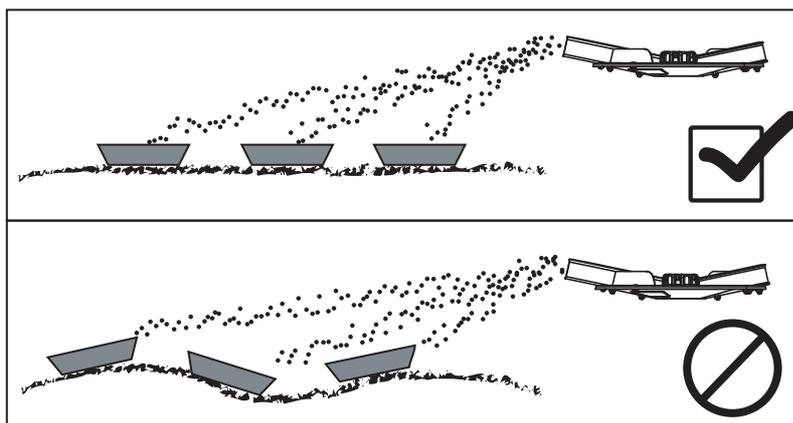

рисунок 7.20: Расстановка приемных поддонов
- Установите приемные поддоны горизонтально. Косо стоящие приемные поддоны могут стать причиной ошибок при измерении (Рисунок 7.20).